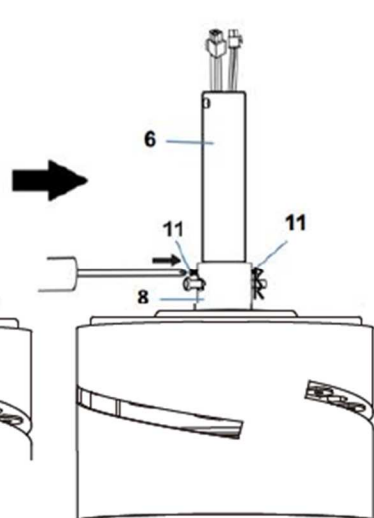

Abbildung 4.4
4. Stecke die Stange in das Kupplungsgehäuse, richte die Löcher aus, setze den Sicherungsstift ein und sichere ihn mit dem Clip (Abbildung 4.4).
5. Ziehe die Madenschrauben wieder fest an (Abbildung 4.4).